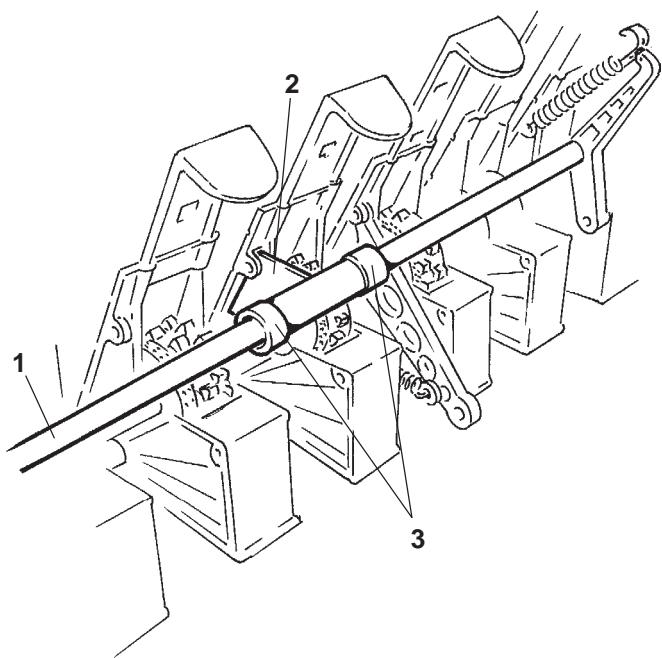

Рис. 13.16
- Промежуточный вал (Рис. 13.16/1) откиньте вверх. При этом крепление (Рис. 13.16/2), которое аксиально закрепляет промежуточный вал необходимо вынуть из пазов высевной коробки. Зафиксируйте крепление аксиально при помощи установочных колец (Рис. 13.16/3).